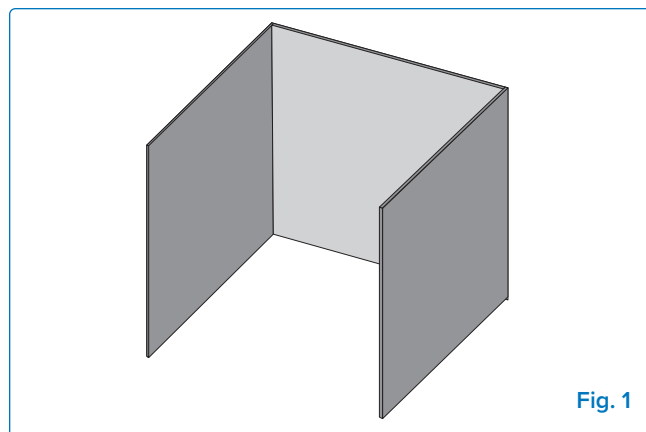

Fig. 1
- L'apparecchio è considerato all'aperto se è installato in un riparo con pareti su tre lati ma senza copertura superiore. **(Fig. 1).**